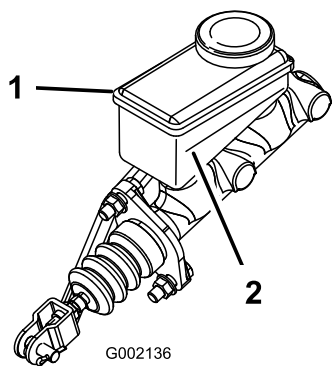

Figure 44
3. Observez le côté du réservoir. Le niveau doit se trouver au-dessus du repère du minimum (Figure 44). Si le niveau de liquide est bas, nettoyez la surface autour du bouchon, retirez le bouchon et remplissez le réservoir jusqu'au-dessus du repère du minimum. Ne remplissez pas excessivement.